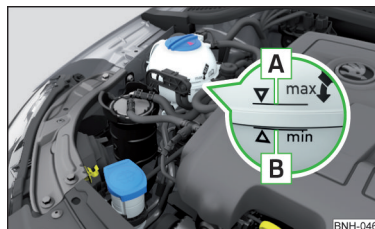

Abb. 129
Die Bezeichnung des Kühlmittels ist auf dem Kühlmittelausgleichsbehälter aufgeführt » Abb. 129 auf Seite 152.
- Das Kühlmittel nicht über die Markierung **A** auffüllen » Abb. 129 auf Seite 152.
**Kühlmittelausgleichsbehälter » Abb. 129**
► Den Kühlmittelstand am Kühlmittelausgleichsbehälter prüfen » Abb. 129.
Bei betriebswarmem Motor kann das Prüfergebnis ungenau ausfallen. Der Stand kann auch über der Markierung **A** » Abb. 129 liegen.